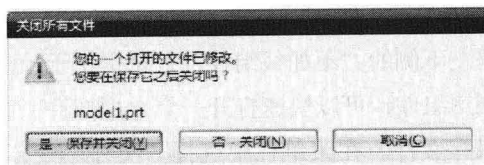

图1-9 “关闭所有文件”对话框
② 所有部件。选择该选项将关闭所有的文件。选择该命令，将弹出如图 1-9 所示的“关闭所有文件”对话框。